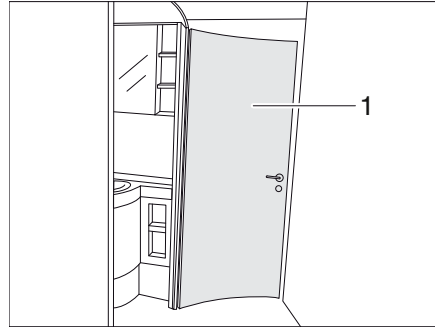

Fig. 201 Cuarto de baño
La puerta de la zona de aseo (Fig. 201,1) se puede bloquear según equipamiento a un amplio cuarto de baño en 1-3 anchos de abertura diferentes. Dependiendo del ancho de abertura seleccionado se interconectan diferentes partes de habitación.
- ▷ La puerta de la zona de aseo (Fig. 201,1) no debe utilizarse durante el viaje como separador de habitación. Llevar la puerta a la posición inicial (zona de aseo aislada).